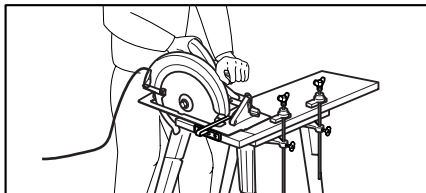

Fig. 4 Illustration de la façon typique et correcte de tenir la scie, de soutenir la pièce et de placer le cordon.
**AVERTISSEMENT:** Il est important de bien soutenir la pièce à travailler et de saisir la scie fermement pour prévenir toute perte de contrôle qui risquerait de causer une blessure. La Fig. 4 indique la façon typique de tenir la scie.